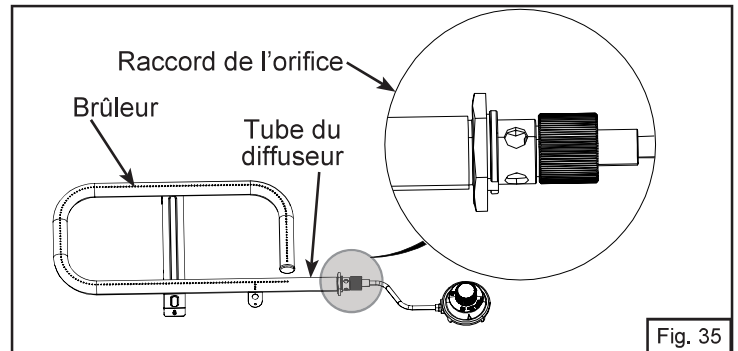
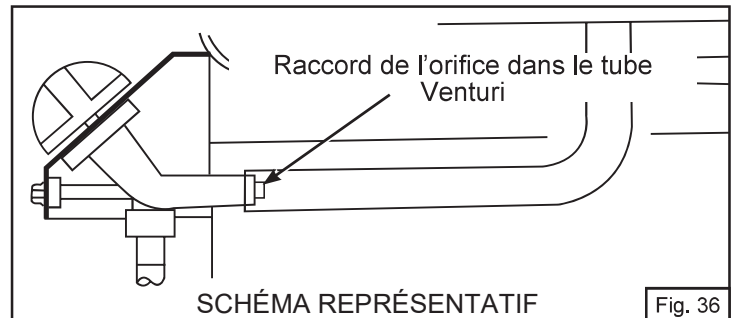

Fig. 35
Fig. 36
- Assurez-vous que les attaches de l'orifice sont à l'intérieur du tube du diffuseur, resserrer ensuite toutes les vis autofileteuses. (Fig. 35 et Fig. 36)